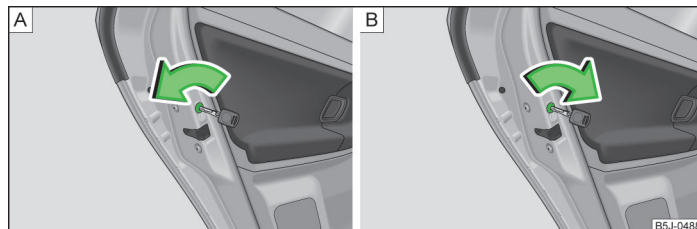

Fig. 10 Conectar el seguro para niños: para vehículos sin o con cierre centralizado
- En los vehículos sin cierre centralizado, girar la ranura del seguro de la puerta izquierda en sentido antihorario » fig. 10 - **A**, y la de la puerta derecha en sentido horario.
- En los vehículos con cierre centralizado, girar la ranura del seguro de la puerta izquierda en sentido horario y la de la puerta derecha en sentido antihorario » fig. 10 - **B**.